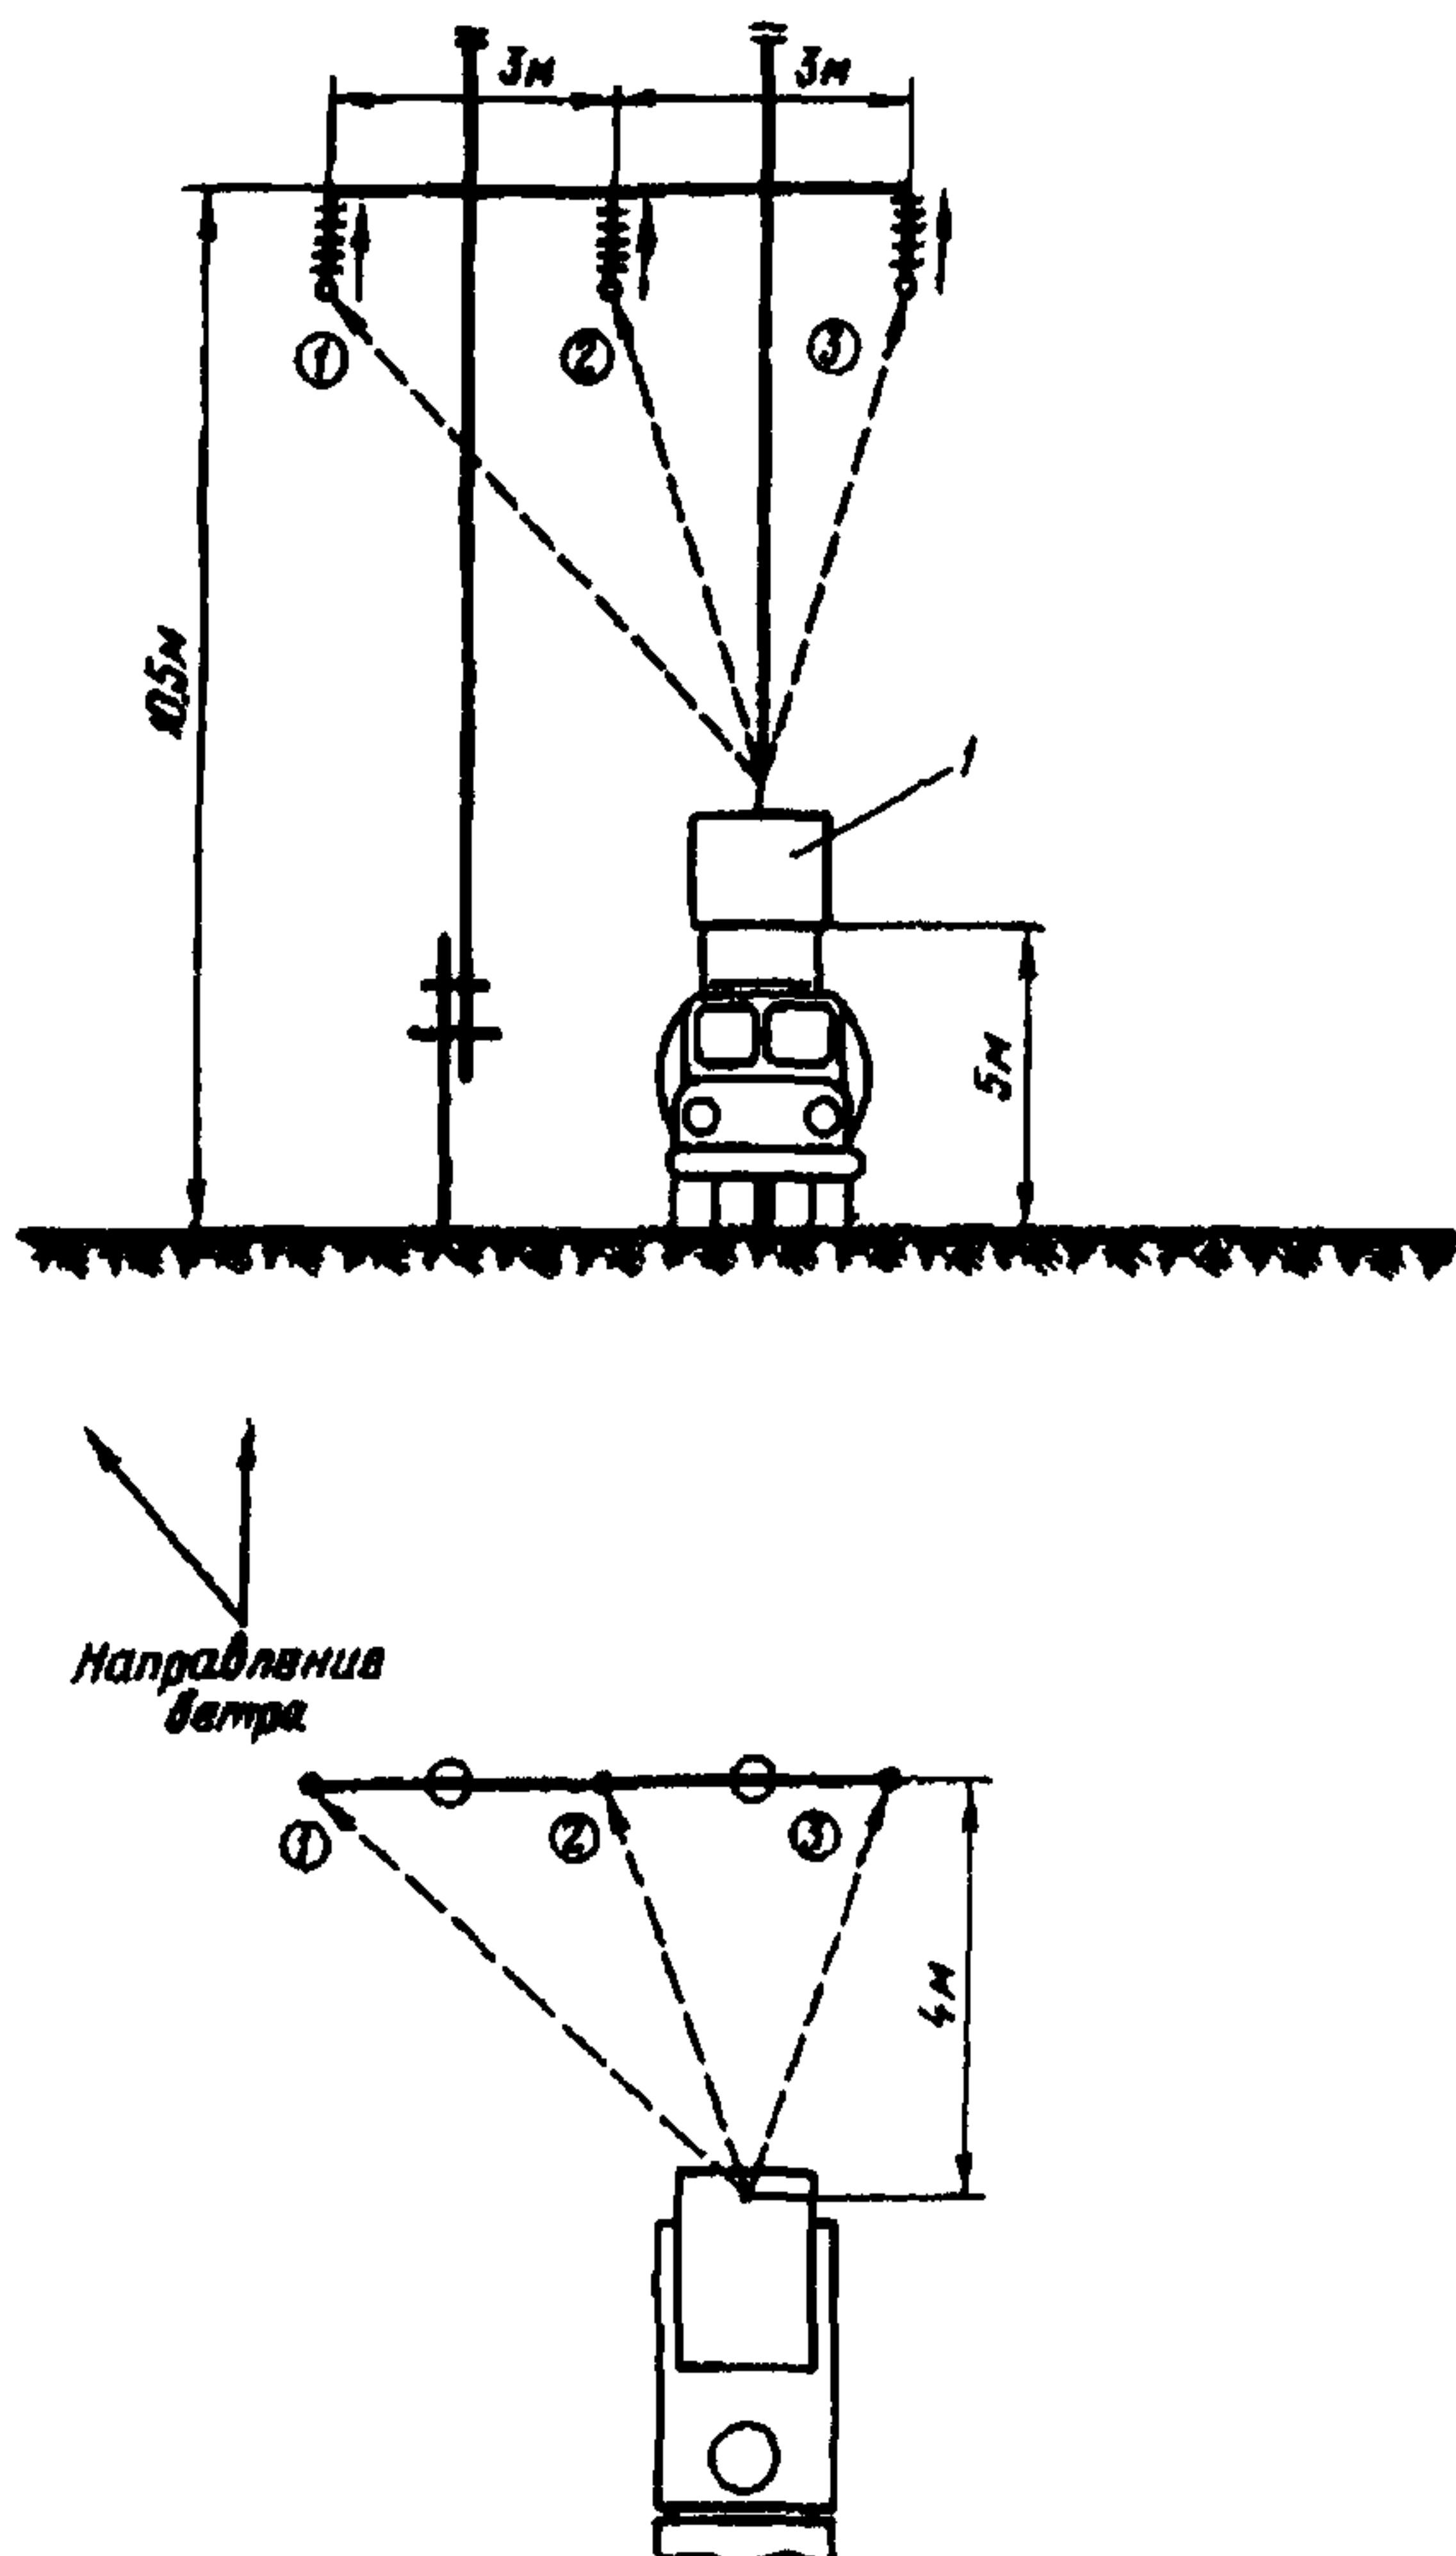

Рис.2. Очередность обмыва изоляторов ВЛ 35 кВ на деревянной опоре:
4.7. Схема расположения автоцистерны при обмыве изоляции ВЛ на напряжение до 110 кВ очередь и направление обмыва гирлянд изоляторов на промежуточной опоре показаны на рис.2.